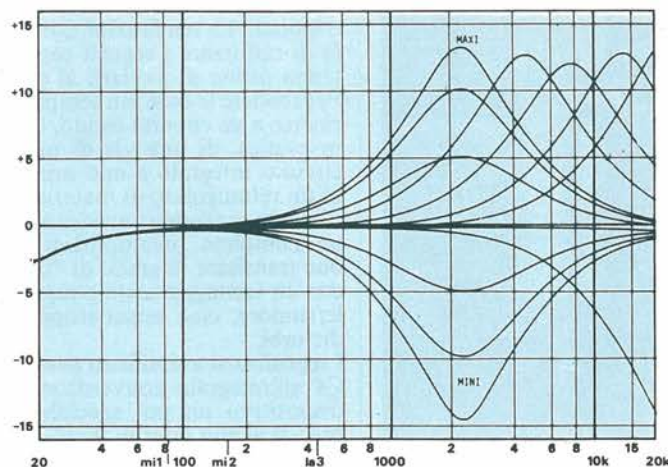

Figura 4. Curva 3 del circuito di filtro, con  $C2=470\text{ pF}$  e  $C3=1\text{ nF}$ .
L5, ed eventualmente anche C12, può essere sostituito da una media frequenza per FM a 10,7 MHz, con nucleo color arancione o rosa. Se invece si preferisce avvolgerla, ci si potrà riferire alla figura 4.
**Figura 4. Come realizzare il trasformatore di media frequenza M L4/L5. È possibile sostituirlo con una media frequenza commerciale, a 10,7 MHz: in tal caso si eliminerà anche C12.**